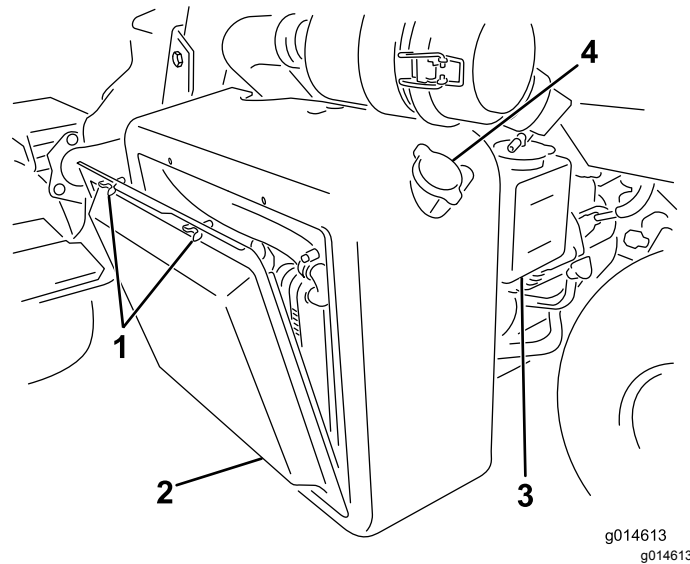

Figura 54
1. Retire la rejilla del radiador (Figura 54).